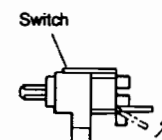

Figure 6
- (4) Apply the grease (PG-671) to the section B-1, and mount the inner gear/planet gear/sun gear following the removal steps in the reverse order. After replacement is smoothly. (Refer to Figure 6.)
- (4) B-1部分にグリス (PG-671) を塗布し、取り外しの逆の手順で組み立てて下さい。尚交換後、ギアの回転がスムーズであるか確認して下さい。(図6参照)
- (2) Prepare the terminals of the switch of the new one as shown in Figure 6.
- (3) After that, insert the switch into the photo P.C.Board, and solder the terminals.
- (2) 良品のスイッチの端子を水平に直します。(図6参照)
- (3) フォト基板に差し込み、端子を半田付けします。